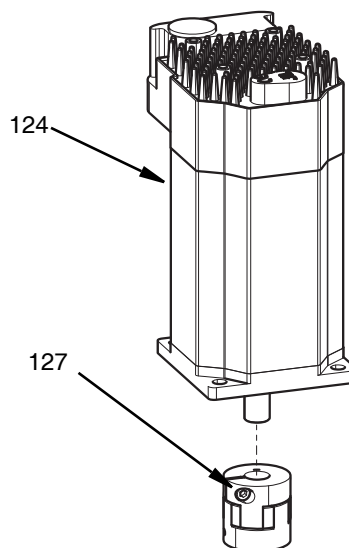

図 36
7. 上部のロータリーカップリング (127) クランプネジを 2.5 mm 六角レンチで緩めてください。注: ボールエンド六角レンチを使用しないでください。
8. ロータリーカップリング (127) をモーターシャフトから取り除いてください。図 36 を参照してください。